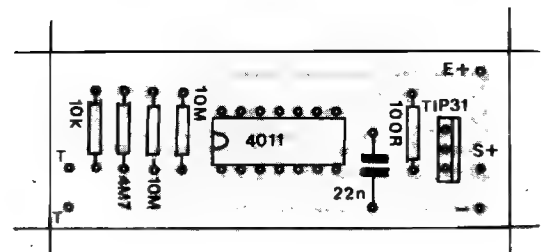

FIG. 4-P
- FIG. 4-P - “CHAFEADO” DA MONTAGEM - Agora, passamos à montagem propriamente, usando como gabarito o costumeiro “chafeado”, ou seja: uma vista real da placa, pela sua face não cobreada, com todas as principais peças devidamente posicionadas, identificadas pelos seus códigos, valores e outros detalhes “visuais” importantes... Observem mais cuidadosamente o posicionamento